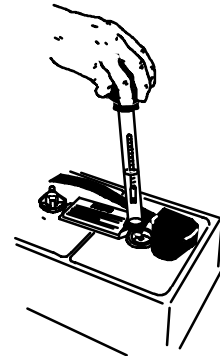

РИС. 57
- Проверьте удельный вес с помощью ареометра, чтобы определить уровень зарядки и состояние батарей (Рисунок 57). Если в одном или более элементах батареи показания ниже, чем в других (на 0,050 и более), элемент поврежден, закорочен или скоро откажет. Сверьте показания ареометра с соответствующей таблицей и определите оставшийся уровень зарядки батареи.